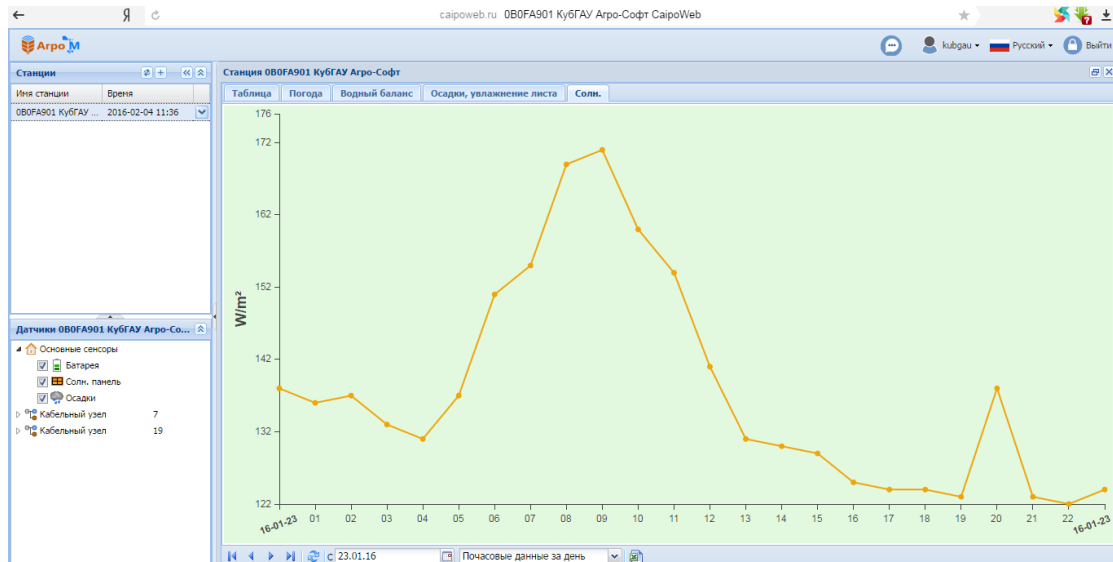

Рисунок 15.8 –
6. Выбрать вкладку _____ **Солн.** (рисунок 15.8).